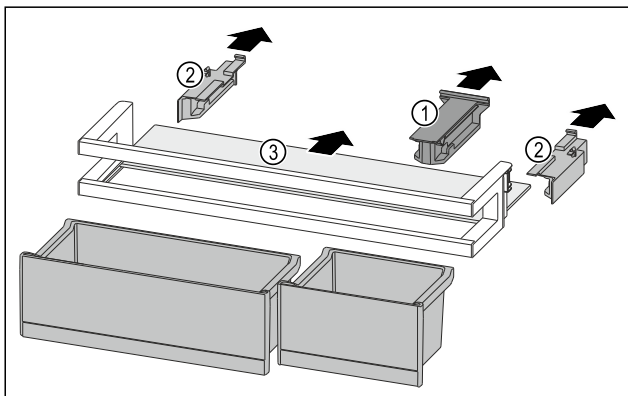

Fig. 91
- ▶ Витягніть кріпильний елемент Fig. 91 (1).
- ▶ Витягніть бічні елементи Fig. 91 (2).
- ▶ Дістаньте полицю Fig. 91 (3).